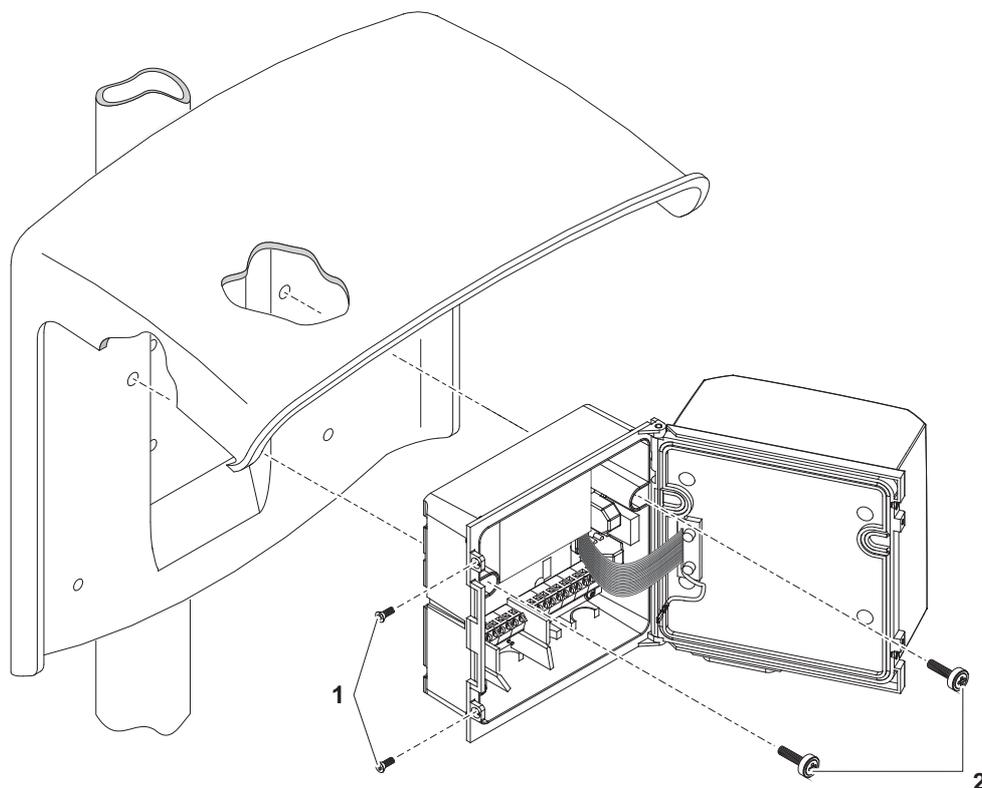

Bild 3-20 DIQ/S 281 am Schutzdach SSH/IQ montieren
- 4 Den Universal-Transmitter an das Schutzdach ansetzen und mit den beiden Schrauben (Pos. 2 in Bild 3-20) festschrauben.
- 5 Den Deckel schließen und mit den beiden Senkschrauben (Pos. 1 in Bild 3-20) fixieren.